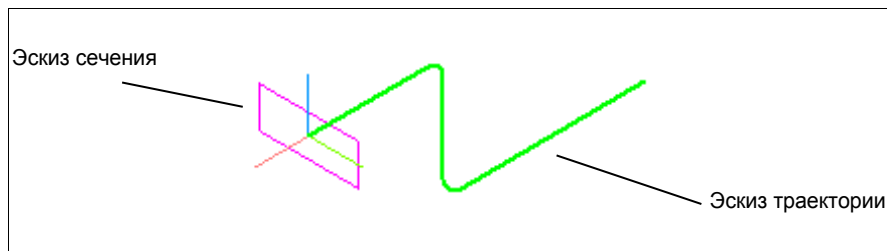

Рис. 17.18. Построенный эскиз траектории и эскиз сечения
- ♦ выйдите из режима Эскиз. У вас должно получиться, как на рис. 17.18. В Дереве модели появится элемент **Эскиз 2**;